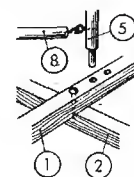

Fig. 152. Così si fissa l'albero.
Il carrello a vela è un veicolo la cui costruzione non presenta difficoltà e che si muove con discreta velocità su fondo liscio e piano, permettendo anche vere e proprie regate. Nella forma più semplice, esso è costituito da due legni (1) e (2) avvitati a croce, con tre rotelle (4) che girano su viti direttamente fissate nelle testate (le ruote laterali) e in una forcella (3) di legno o ferro (la ruota posteriore). Il legno longitudinale riceve uno o più fori per introdurre il bastone, leggermente conico, ridotto a perno nell'estremità inferiore, che serve da albero (fig. 152).
Vicino alle estremità dei legni avviamo degli occhielli per passarvi le corde (7) che assicurano la stabilità della croce e dell'albero. La boma (8) è fissata mobilmente sull'albero con due occhielli avvitati (fig. 152); la vela triangolare (9), di tela leggera, è cucita sull'albero e sulla boma con filo resistente. Infine, una corda (10) tesa tra boma e legno longitudinale permette di mantenere la vela nella posizione voluta.